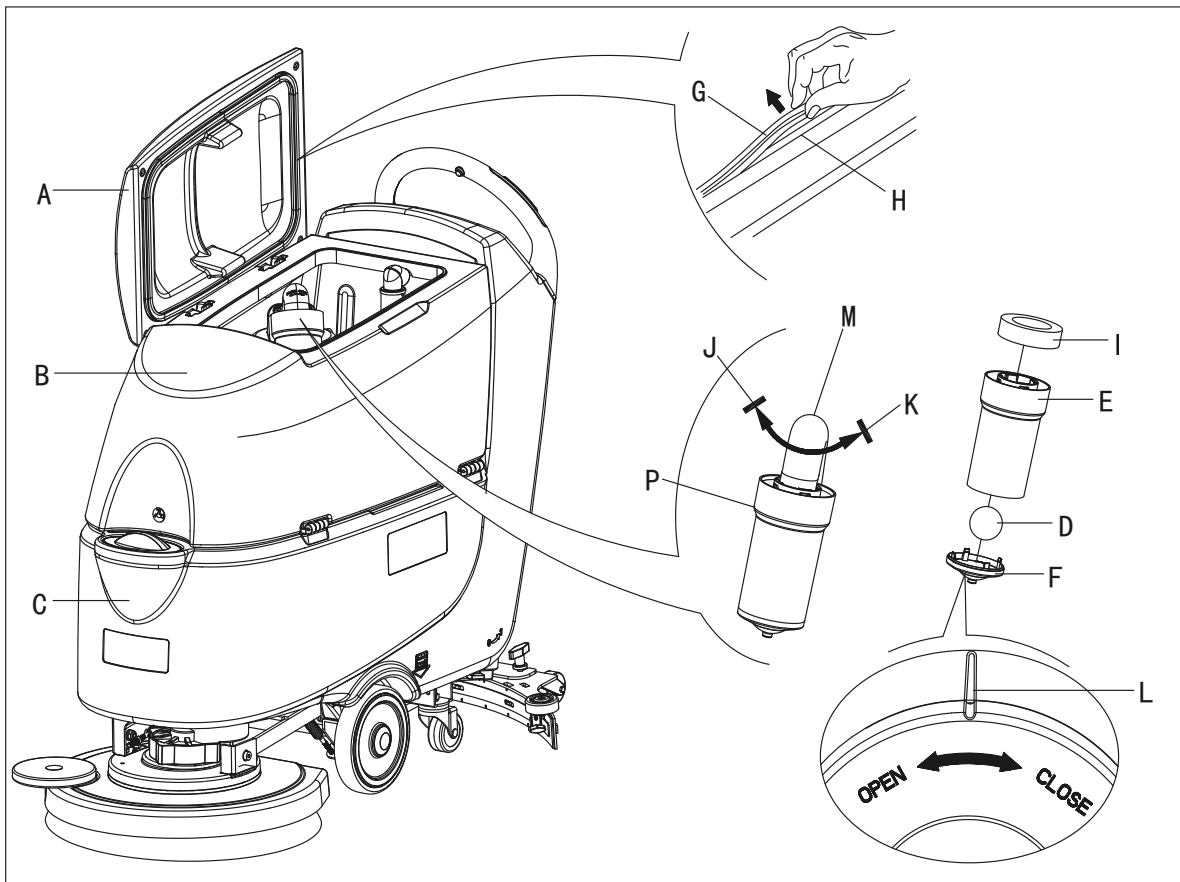

Figura 23
2. Asegúrese que la máquina está apagada y la llave de ignición (54) ha sido retirada.
3. Gire la tapa del tanque de recuperación (A, Figura 23) a la posición de 90 grados, donde se puede despegar del tanque, y luego desmonte el filtro de flotador de bola (P) del tanque.
4. Limpie la tapa del tanque de recuperación (A), tanque de recuperación (B), el tanque de agua limpia (C) y el marco de soporte de filtro del flotador (E). Vacíe el tanque de recuperación usando la manguera de vaciado (22).
5. Si es necesario, siga los símbolos "ABIERTO" y "CERRADO", como se muestra en la (Figura 23) para abrir la tapa inferior (F) del filtro del flotador de bola y luego limpiar la bola del flotador (D), el marco de soporte del filtro (E) y la esponja de filtro (I). Después de la limpieza, fijar la bola del flotador (D) en el marco de soporte del filtro (E) y luego alinee la ranura de marca (L) de la tapa inferior (F) del filtro del flotador con la ranura de marca (L) del marco de soporte del filtro del flotador (E). Enrosque la tapa inferior del filtro flotador de bola apretándola bien, y fijar la esponja del filtro (I) en el marco de soporte del filtro del flotador (E). Por último, conecte la manguera de aspiración de agua sucia (M).
7. Compruebe si la superficie de contacto de la tira de sellado (G) de sellado es íntegra y el sellado es suficiente. Si es necesario, saque la tira de sellado del tanque a través de la ranura (H) y reemplácela. Aplique una nueva tira de sellado como se muestra en la (Figura 23), la junta debe estar de vuelta en la zona media.
8. Cierre la tapa del tanque de recuperación (A).